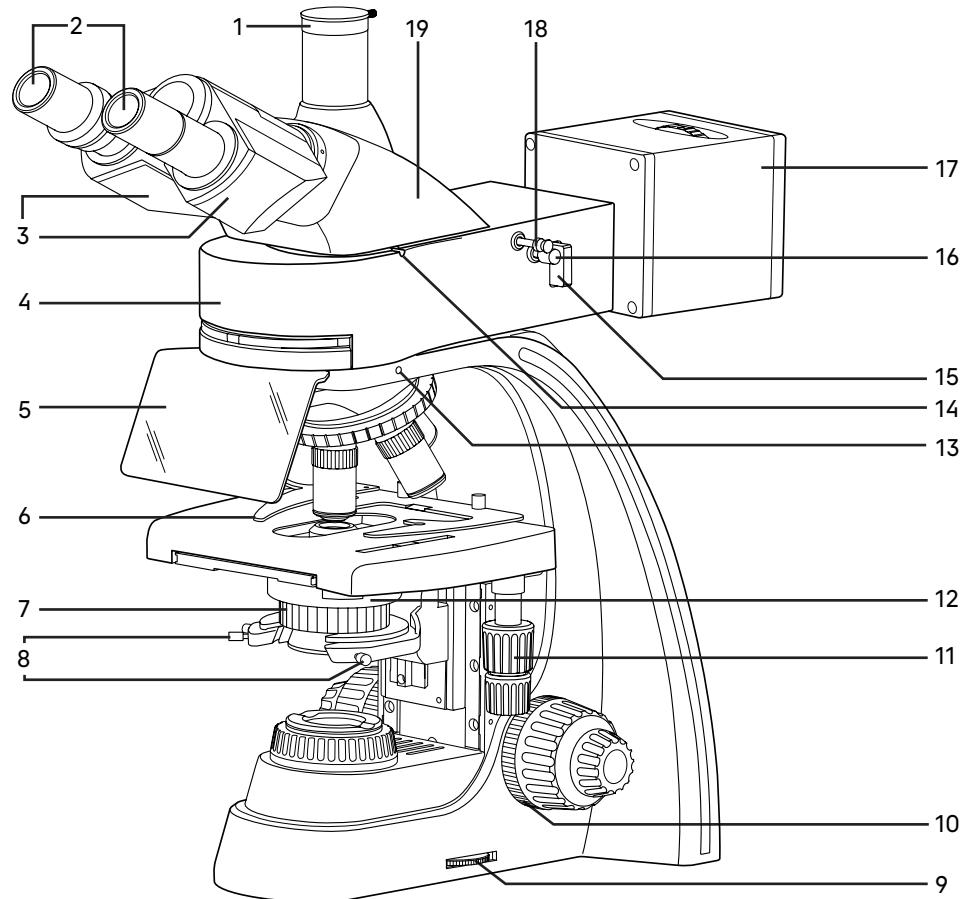
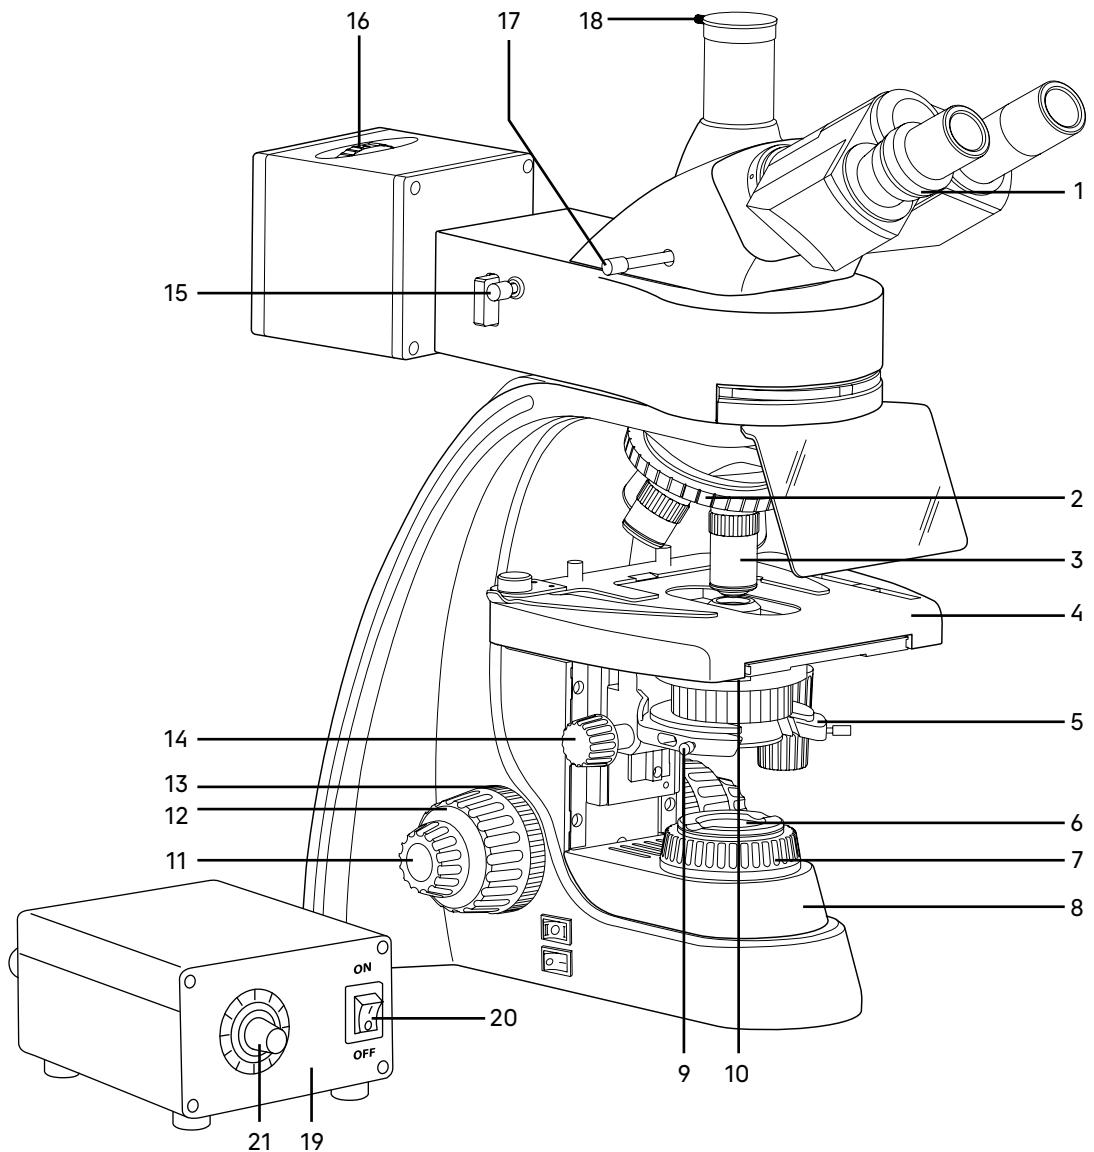

Рис. 1. Микроскоп MAGUS Lum 400L. Вид справа
Рис. 2. Микроскоп MAGUS Lum 400L. Вид слева
Полный состав микроскопа указан в разделе 8 данного руководства по эксплуатации. Общий вид микроскопа представлен на рис. 1 и 2.
Штатив 8 (рис. 2) представляет собой цельную конструкцию с основанием. Основание имеет Y-образную устойчивую эргономичную форму.
- револьвер 2 (рис. 2) с объективами 3 (рис. 2);
- предметный столик 4 (рис. 2);
- кронштейн конденсора 5 (рис. 2);
- коллектор в оправе с полевой диафрагмой 6 (рис. 2).
Ручка 9 (рис. 1) служит для регулировки напряжения питания источника проходящего света.
Фокусировка на объект осуществляется перемещением по высоте предметного столика 4 (рис. 2). Грубая фокусировка производится вращением коаксиальных рукояток 12 (рис. 2), которые размещены по обеим сторонам штатива.
Тонкая фокусировка производится вращением рукояток 11 (рис. 2), расположенных по обеим сторонам штатива. Тонкая фокусировка требуется для точного фокусирования на объект и для подфокусировки микроскопа на резкость изображения при смене объективов и препаратов.
Механизм регулировки жесткости хода грубой фокусировки 10 (рис. 1) – кольцо между штативом и рукояткой грубой фокусировки с правой стороны. С помощью кольца регулируется жесткость хода грубой фокусировки так, чтобы жесткость была комфортной для пользователя, но при этом столик не опускался самопроизвольно во время работы.
Рукоятка блокировки грубой фокусировки 13 (рис. 2) расположена с левой стороны. После завершения грубой фокусировки рекомендуется перевести рычаг в крайнее положение в направлении по часовой стрелке. Таким образом закрепится положение грубой фокусировки для быстрой рефокусировки после смены препарата.
Насадка 19 (рис. 1) обеспечивает визуальное наблюдение изображения объекта. Насадка устанавливается в отверстие верхнего фланца корпуса люминесцентной насадки 4 (рис. 1) и закрепляется винтом 14 (рис. 1). Насадку при установке развернуть окулярами в сторону предметного столика.
Изменение межзрачкового расстояния в насадке осуществляется разворотом окулярных тубусов 3 (рис. 1) в пределах 48–75 мм. Значение расстояния, установленного в соответствии с глазной базой наблюдателя, отсчитывается по шкале на насадке.
Механизм диоптрийной подвижки окуляров служит для компенсации аметропии глаз наблюдателя. Находится на левом окулярном тубусе – кольцо 1 (рис. 2). Второй окулярный тубус насадки неподвижный.
В вертикальный тубус 1 (рис. 1) корпуса визуальной насадки (канал визуализации) для фиксации камеры (видеоокуляра) устанавливается переходник C-mount. Камера служит для вывода изображения на экран компьютера или монITOR/тeлевизор. Переключение светового потока на вертикальный тубус производится рукояткой 17 (рис. 2). Рукоятка имеет два положения: 100/0 и 0/100.
В комплект микроскопа входят окуляры 2 (рис. 1). Окуляры имеют высокое положение выходного зрачка и предназначены для работы как в очках, так и без них.
Револьверное устройство 2 (рис. 2) обеспечивает установку пяти объективов 3 (рис. 2). Смена объективов производится вращением револьверного устройства за конусную рифленую поверхность до фиксированного положения.
Объективы 3 (рис. 2) рассчитаны на длину тубуса «бесконечность». Парфокальная высота объективов 45 мм, линейное поле зрения в плоскости изображения 22 мм. Рассчитаны для работы с препаратами с толщиной покровного стекла 0,17 мм или без покровного стекла. Микроскоп укомплектован объективами-планахроматами с увеличением 4x, 10x, 40x (люминесцентный), 100x. Дополнительно возможна комплектация объективом-планахроматом 20x и 60x и люминесцентным планахроматом 10x.
Конденсор 12 (рис. 1) установлен в кронштейн 5 (рис. 2) под предметным столиком микроскопа. Тип крепления конденсора – «ласточкин хвост». Конденсор устанавливается по направляющим при поднятом столике и опущенном кронштейне. Перемещение конденсора вдоль оптической оси микроскопа осуществляется с помощью рукоятки перемещения кронштейна конденсора 14 (рис. 2), расположенной слева от наблюдателя под столиком микроскопа. Диапазон перемещения конденсора – не менее 33 мм.
Конденсор имеет слот 10 (рис. 2) для установки слайдера темного поля или слайдера фазового контраста.
Кронштейн конденсора имеет пружинный держатель, с помощью которого двумя винтами 8 (рис. 1) конденсор центрируется в оптической оси. Фиксация конденсора в держателе осуществляется винтом 9 (рис. 2).
Ирисовая апертурная диафрагма регулируется (открывается/закрывается) кольцом 7 (рис. 1). Для достижения наилучшего качества изображения рекомендуется прикрывать апертурную диафрагму конденсора светлого поля приблизительно на 1/3 диаметра выходного зрачка объектива.
Двухкоординатный предметный столик 4 (рис. 2) обеспечивает перемещение объекта в двух взаимно перпендикулярных направлениях с помощью рукояток 11 (рис. 1), расположенных на одной оси.
У столика отсутствует выдвижная зубчатая рейка по оси X, что повышает эргономичность работы. Механизм с ременной передачей плавно перемещает объект. Объект крепится на поверхности столика препаратородержателем 6 (рис. 1), для чего прижим отводится в сторону. Препаратородержатель крепится к столику при помощи двух винтов. При снятом препаратородержателе объект можно перемещать рукой.